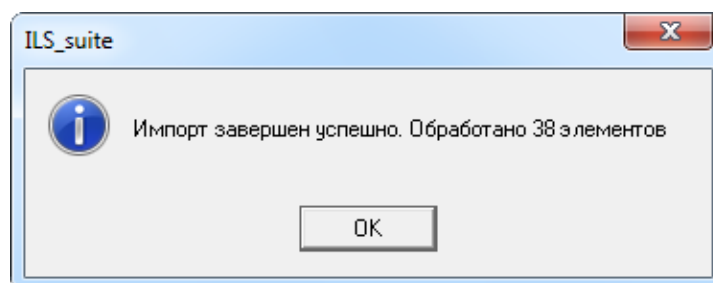

Рис. 13-342 – Информационное сообщение о завершении импорта
- б) Для выполнения процедуры импорта нажать кнопку «Импорт». После его завершения откроется информационное окно, представленное на рис. 13-342.